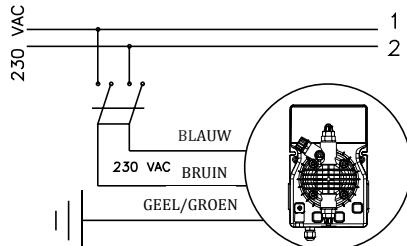

Fig. 4
1. *Verwijder de pinnen van de hoofdspanning of gebruik een tweepolige schakelaar met een minimale afstand van 3 mm tussen de contacten.(fig.4)*
- b. - Bestudeer nauwgezet de voorschriften voor elektrische installaties zoals ze gelden in het land van plaatsing van de pomp. (fig.4) Wanneer de pomp is aangesloten zonder stekker, dient deze van een tweepolige hoofdschakelaar te worden voorzien, met een minimaal contact afstand van 3 mm. Alvorens aan het elektrische deel van de pomp te werken, dient de hoofdschakelaar uitgeschakeld te zijn.